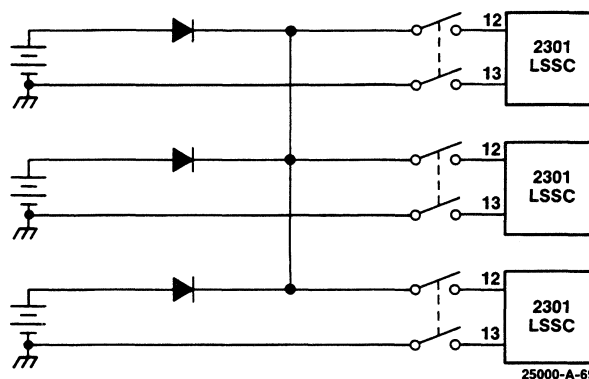

図5. 外付けダイオード付きのハイ・サプライ・ボルテージ・セクタ
5. ハイ・サプライ・ボルテージ・セクタ：負荷分担システムで複数の 2301 が動作しており、その 2301 にはそれぞれ別個に電力が供給され、なおかつマイナス側の電位は共通である場合には、ハイ・サプライ・ボルテージ・セクタを使用します。図 5、図 6、図 7 を参照してください。こうすると、負荷分担の精度が向上し、電源にノイズがのってもそれに影響されにくくなります。各ダイオードの電流の定格値は、 $1A \times \text{灰色の 2301LSSC の数} + 0.4A \times \text{ベージュ色の 2301LSSC の数}$ です。このような配線にすると、電圧の最も高いバッテリーが各速度制御装置への電力の供給源として自動的に選択される事になります。速度制御装置への電源を落とすには、電源ラインのプラス側とマイナス側を両方共遮断します。